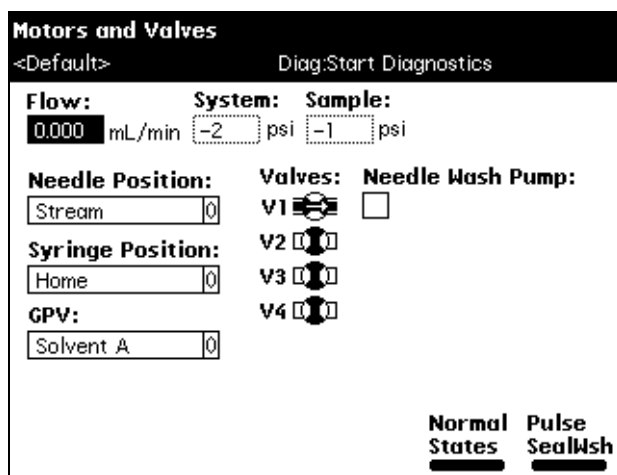

图 8-9 电机和阀诊断屏幕
要执行“电机和阀”诊断，选择 Other Diagnostics（其它诊断）屏幕中的 **Motors and valves**（电机和阀），然后按 **OK**（确定）屏幕键。出现 Motors and Valves（电机和阀）诊断屏幕（图 8-9）。
2. 按任意数字键以切换阀的打开和关闭位置。在图 8-9 中，如阀符号所示，阀 V1 在打开位置。